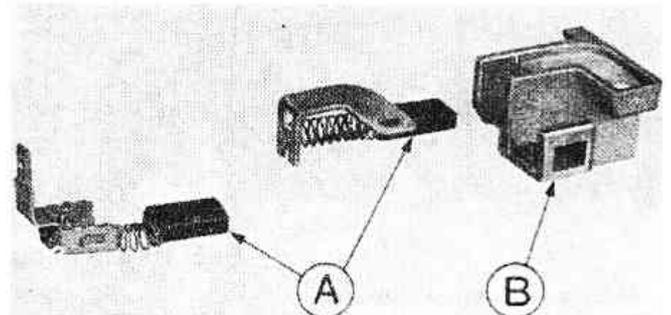

Рис.10.5. Щетки с пружинами (А) и щеткодержатель (В) Femsu
3. Вставьте новые щетки (Рис. 10.5) в щеткодержатель и убедитесь, что они свободно перемещаются в направляющих. Если щетки заедают, слегка обточите их бархатным напильником.